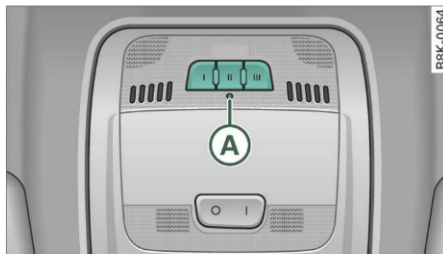

Fig. 166 Unitatea de comandă din plafon ►
⇒ *pagina 152*, fig. 166 până când lampa **A** începe să clipească (după circa 20 secunde) ⇒ *pagina 152*, fig. 166. Acest proces va anula codurile standard și **nu** va trebui repetat pentru programarea celorlalte taste.
- Țineți sub observație ledul HomeLink  ⇒ *pagina 152*, fig. 166. Dacă ledul clipește mai întâi rapid, iar după două secunde clipește constant, înseamnă că dispozitivul respectiv, de exemplu, poarta garajului, este prevăzut cu un cod alternativ.
- Apăsați scurt tasta HomeLink care a fost programată ⇒ *pagina 152*, fig. 166. Va fi acționat dispozitivul programat pe această tasta (de exemplu, poarta garajului).
⇒ *pagina 152*, fig. 166. ■
- Apăsați cele două taste exterioare, până când lampa afișajului începe să clipească ⇒ *pagina 152*, fig. 166
⇒ *pagina 152*, fig. 166 începe să clipească ușor.